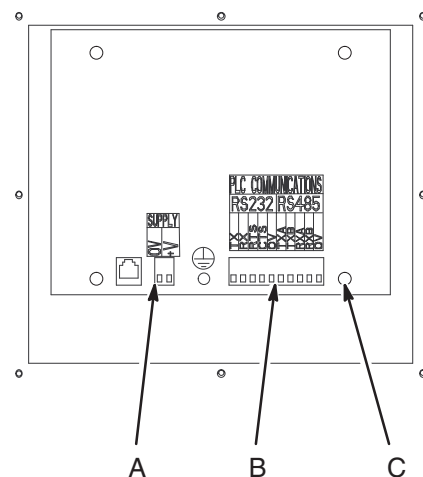

Fig. 11.1
2. Desconecte la fuente de alimentación (A) y los conectores de comunicación (B) de la parte trasera del interfaz de usuario. Vea la Fig. 11.1.
3. Saque los cuatro tornillos (C) de la tapa trasera del Interfaz de usuario.
5. Vuelva a enchufar el conector de la fuente de alimentación (A). Antes de continuar, lea la **ADVERTENCIA, PELIGRO DE DESCARGA ELÉCTRICA**, anterior.
7. Desenchufe el conector de la fuente de alimentación (A).
8. Coloque cuidadosamente la tapa en su sitio y sujétela con los tornillos (C).
9. Vuelva a enchufar los conectores de potencia (A) y de comunicaciones (B).